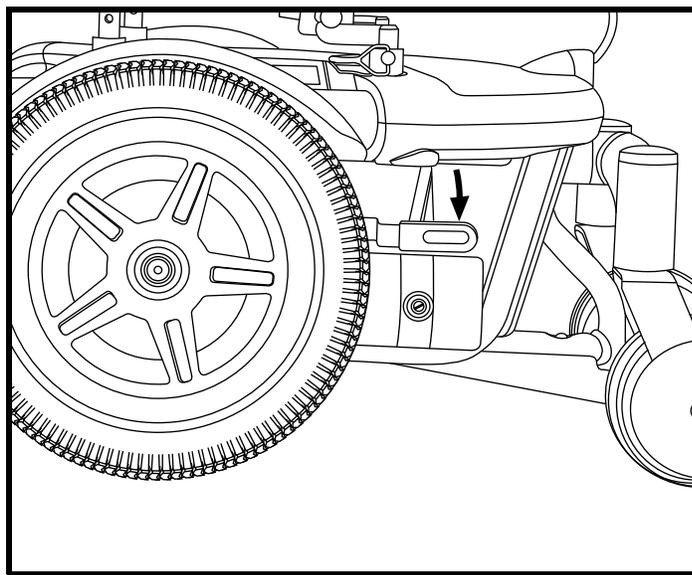

Figure 9. Mode « roues libres » (débrayé)
3. Poussez les deux leviers vers le bas pour embrayer les moteurs (mode « roues libres »). **Voir la figure 9.**